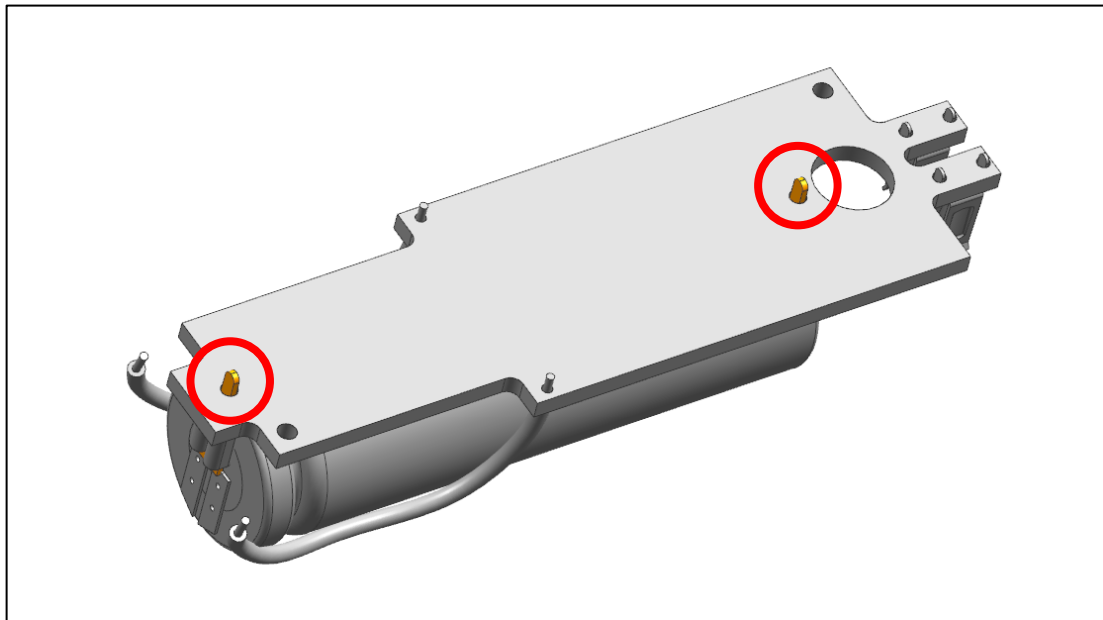

Abb. 30
a) Löten Sie die Akkupins aus der Platine aus (Abb. 30).